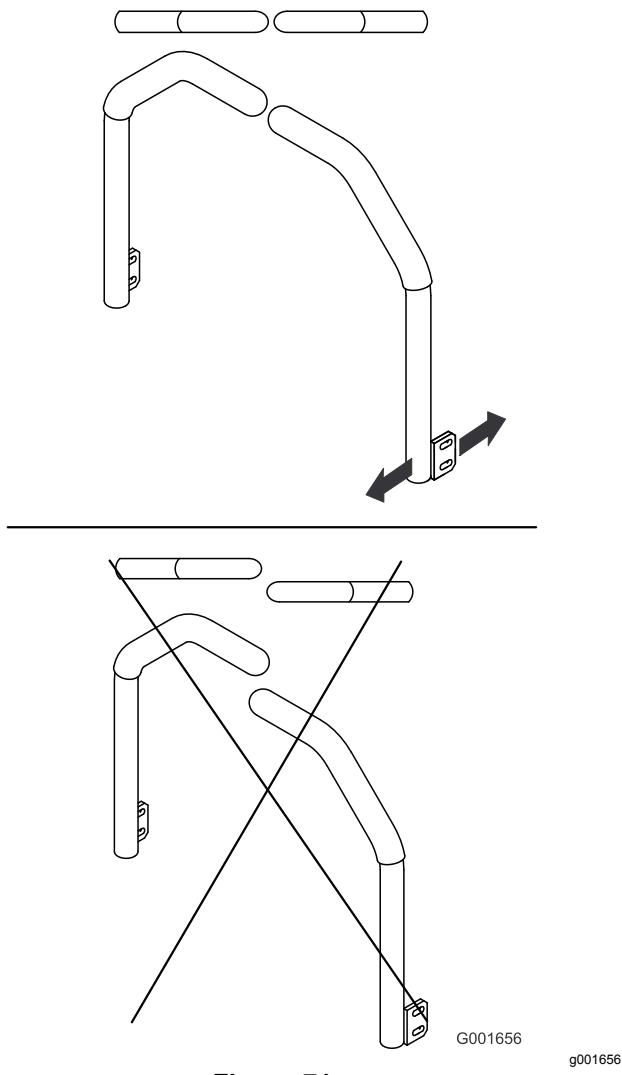

Figura 71
5. Ajuste las palancas de control de forma que queden alineadas entre sí (Figura 71) y apriete los pernos para fijar las palancas a los soportes.